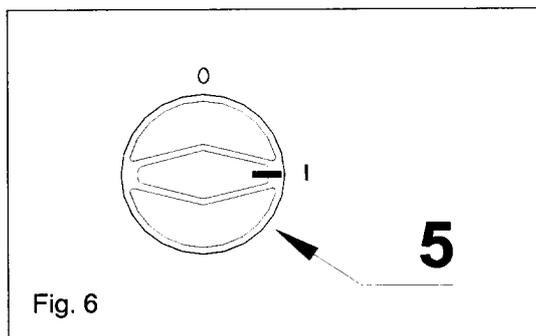

Fig. 6
Girar el interruptor principal (5) como se indica en la Fig.6.